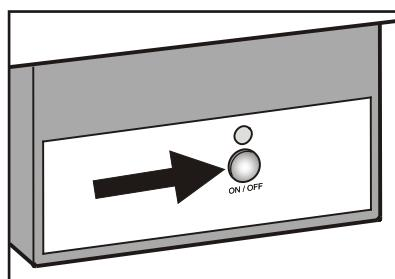

Figura 20
- Presione el botón en el alojamiento del fabricador de hielo (**Figura 20**) durante aproximadamente 3 segundos. El piloto LED encima del botón comenzará a parpadear.
*El fabricador de hielo también puede ser encendido y apagado pulsando el botón “On/Off” de la caja del fabricador de hielo durante aproximadamente 1 segundo (**Figura 20**).*